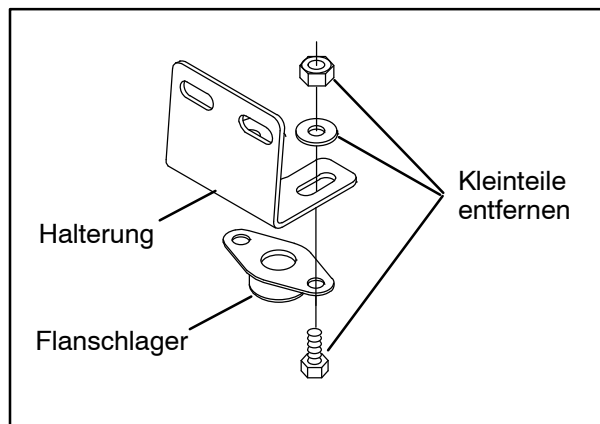

ABB. 30
29. Entfernen Sie das Flanschlager von der Lagerhalterung. Legen Sie das Flanschlager und die Kleinteile zur Seite. Entsorgen Sie die Lagerhalterung. (Abb. 30)